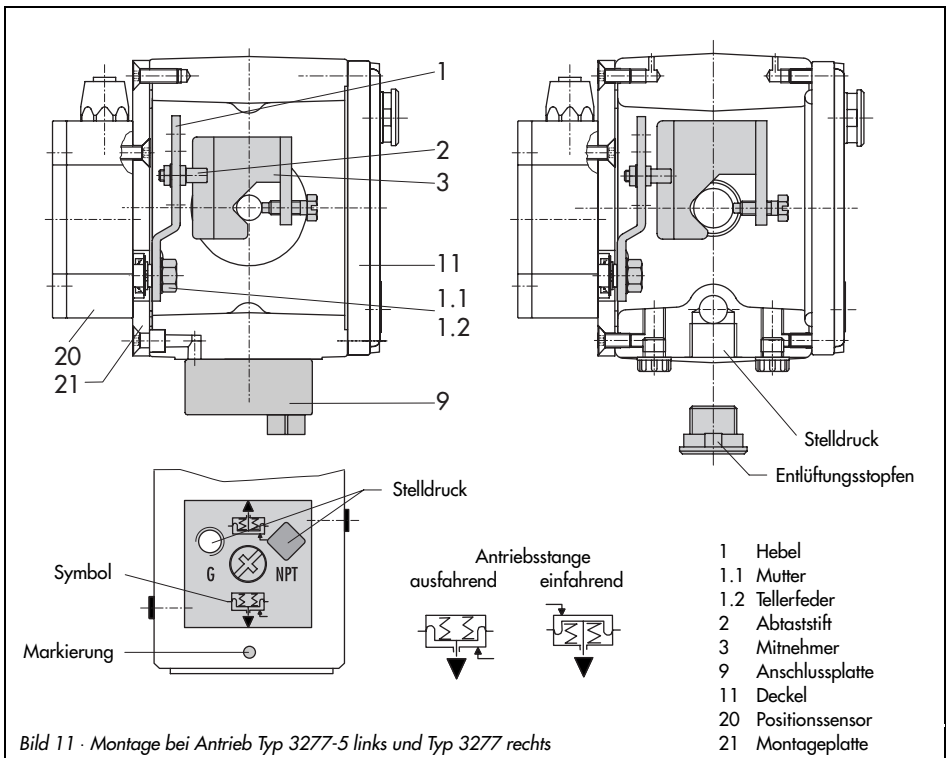

Bild 11 · Montage bei Antrieb Typ 3277-5 links und Typ 3277 rechts
Der Stelldruck vom Stellungsregler wird über den Stelldruckanschluss der Anschlussplatte (9, Bild 11 links) auf die Membrankammer des Antriebes geführt.
- Anschlussplatte (9) dabei so drehen, dass das für die Sicherheitsstellung richtige Bildsymbol "Antriebsstange ausfahrend" oder "Antriebsstange einfahrend" nach der Markierung ausgerichtet ist (Bild 11 unten).
- Unbedingt darauf achten, dass die Flachdichtung der Anschlussplatte (9) richtig eingelegt ist.